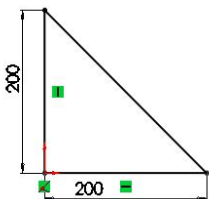
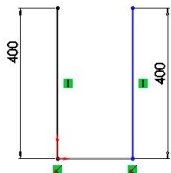
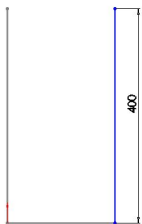

图 9-38 草绘图形
图 9-39 草绘图形
图 9-40 草绘图形
(1) 打开 SolidWorks 2011，单击界面上方工具栏的  【新建】按钮，系统打开【新建 SolidWorks 文件】对话框，单击【零件】按钮，单击【确定】按钮，进入工作环境。
(2) 选择【文件】|【另存为】菜单命令，系统弹出【另存为】对话框，选择合适的文件夹，在【文件名】文本框中输入零件名称“09 焊件”，单击【保存】按钮。
(3) 用鼠标右键单击工具栏, 弹出快捷菜单, 选择【焊件】命令, 打开【焊件】工具栏。
(4) 在【特征管理器设计树】中选择【上视基准面】, 再单击【草图】工具栏中的  【草图绘制】按钮, 草绘结构件轮廓。
(5) 草绘一个图形, 并标注尺寸, 如图 9-38 所示, 单击  【退出】按钮。
(6) 在【特征管理器设计树】中选择【前视基准面】, 再单击【草图】工具栏中的  【草图绘制】按钮, 草绘结构件轮廓。
(7) 草绘一个图形, 并标注尺寸, 如图 9-39 所示, 单击  【退出】按钮。
(8) 在【特征管理器设计树】中选择【右视基准面】, 再单击【草图】工具栏中的  【草图绘制】按钮, 草绘结构件轮廓。
(9) 草绘一个图形, 并标注尺寸, 如图 9-40 所示, 单击  【退出】按钮。